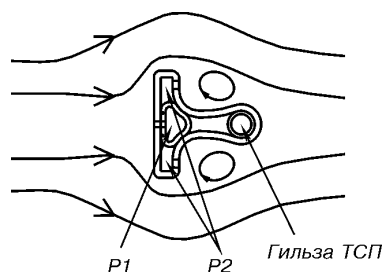

Рис. 1.
**Сенсор Annubar 485** имеет Т-образную форму профиля, что, в отличие от других сенсоров, обеспечивает более стабильную фиксированную точку отрыва потока измеряемой среды и более стабильную зону разрежения за сенсором (рис. 1). Сенсор Annubar 485 устанавливается широкой частью перпендикулярно направлению потока, пересекая его по всему сечению. На передней поверхности расположены щелевые пазы плюсовой камеры р1, которые осредняют скорость измеряемой среды и воспринимают давление торможения. Отверстия с обратной стороны сенсора (камера р2) воспринимают давление разрежения.